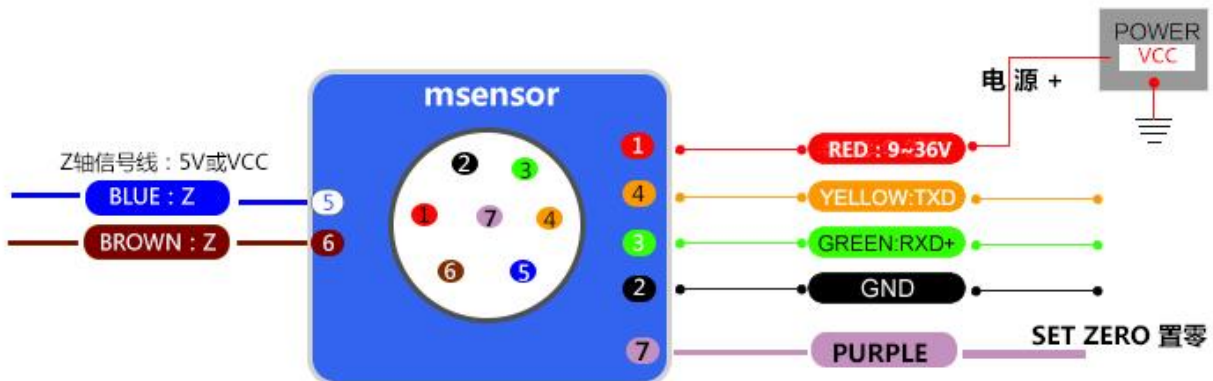

图 1 电气连接线
- 1) 传感器的安装面与被测量面固定必须紧密、平整、稳定，如果安装面出现不平容易造成传感器测量夹角误差。见图 1、2